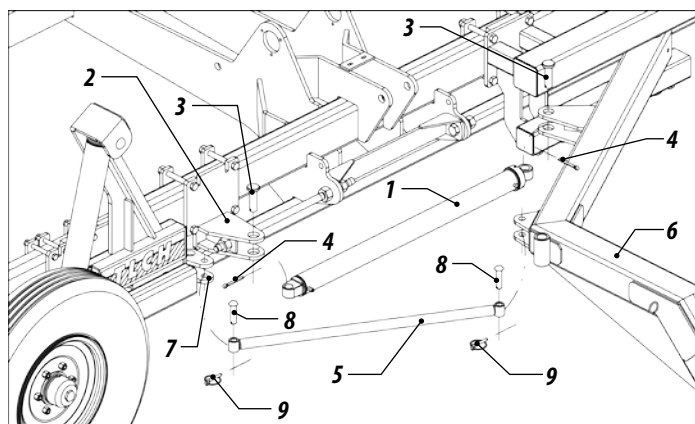

Figura 19
33 - En seguida, fije en el chasis el soporte del juego de ruedas (5) a través de los tornillos (6) tuercas y arandelas (7). FIGURA 19. Después recoloca la plataforma (1) y reapriete los tornillos.